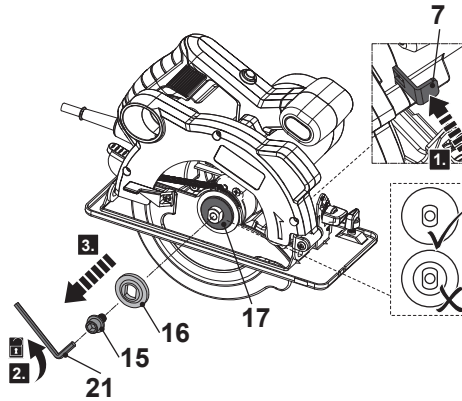

Fig. 1
2. Bloquear o fuso pressionando a alavanca do travão do eixo (7) (Fig. 1, passo 1).
3. Manter a alavanca do travão do eixo (7) pressionada e desapertar o parafuso de bloqueio (15) no sentido contrário ao dos ponteiros do relógio com a chave hexagonal (21) fornecida (Fig. 1, passo 2).
4. Retirar o parafuso de bloqueio (15) e a flange de bloqueio (16) do fuso (Fig. 1, passo 3).
**NOTA:** Não é necessário retirar a flange de suporte (17) do fuso. Se for necessária uma nova montagem, verificar o estado correcto da flange de suporte (17) no fuso.